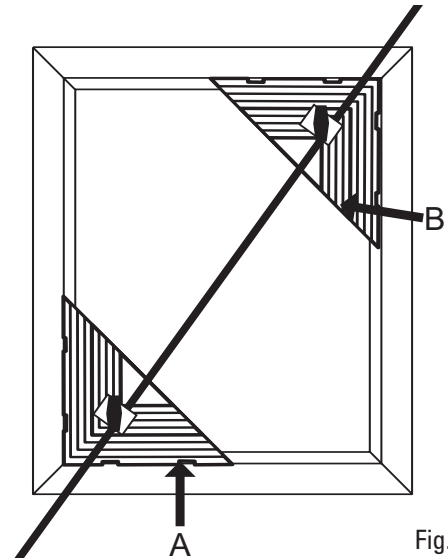

Fig. 4
**Étape 2** – Glissez le triangle B dans l'angle supérieur droit du cadre en s'assurant qu'il se loge bien en place. Serrez fermement la molette. (Fig. 4).
**Schritt 2** - Schieben Sie Dreieck B in die obere rechte Ecke des Rahmens. Achten Sie auch hier darauf, dass die Kanten ganz in die Rahmenecke geschoben werden. Ziehen Sie den Knopf fest. (Abb. 4)
**Procedura 2** – far scorrere il triangolo B nell'angolo superiore destro della cornice facendo attenzione che anch'esso coincida con l'angolo. Serrare la manopola perché tenga (Fig. 4).
**Paso 2:** deslice el triángulo B hasta la esquina superior derecha del marco asegurando que también se ajuste perfectamente en el lugar. Ajuste el botón hasta que quede firme. (Fig. 4).